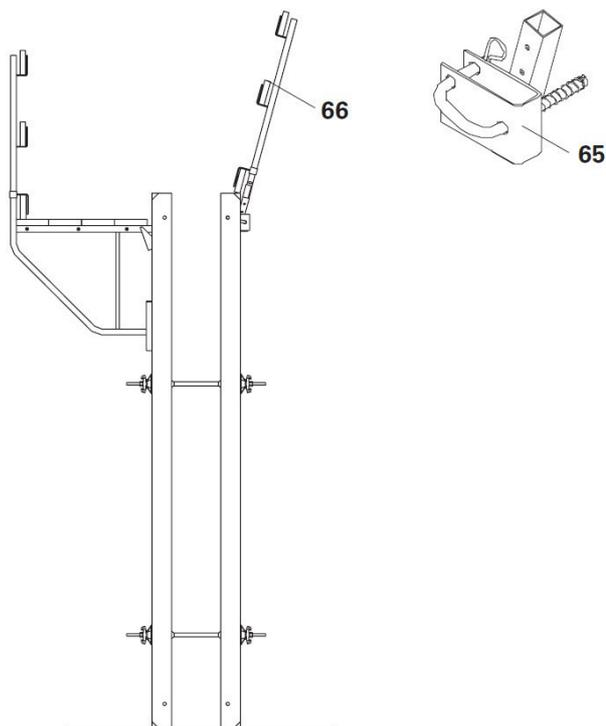

Рис. 53
- крепеж стойки ограждения TRIO (65);
- стойка ограждения HSGP (66).
- (Рис. 53)